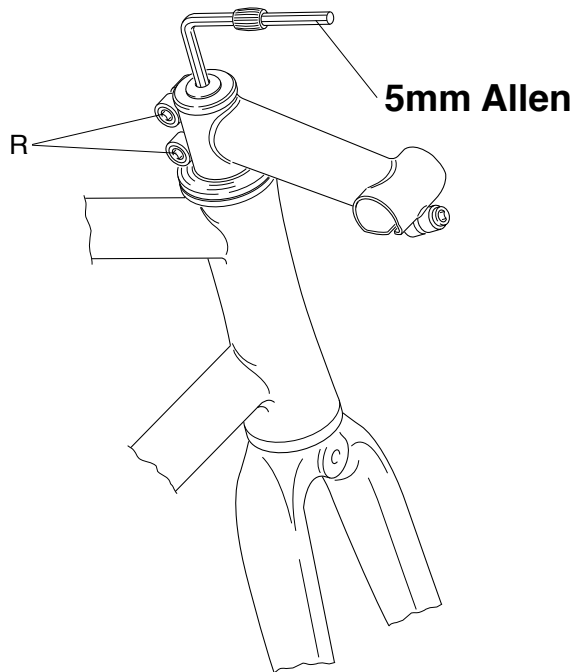

Fig. 12
- I** • Prima di procedere al serraggio delle viti dell'attacco sterzo (R - Fig. 12) effettuate la registrazione della serie sterzo, avvitando la vite di registrazione (chiave a brugola da 5 mm) finché la forcella ruoti liberamente, ma senza gioco.
- GB** • Before tightening the headset fitting screws (R - Fig.12), adjust the headset by tightening the adjustment screw (5 mm Allen wrench) until the fork rotates freely but without play.
- D** • Bevor Sie die Schrauben für den Lenkervorbau festziehen (R - Abb. 12), sollten Sie den Steuersatz durch Anziehen der Einstellschraube (5-mm-Sechskantschlüssel) einstellen, bis sich die Gabel frei, aber ohne Spiel dreht.
- F** • Avant de serrer les vis de la potence (R - Fig. 12) effectuer le réglage du jeu de direction, en vissant la vis de réglage à l'aide d'une clé Allen de 5mm, jusqu'à ce que la fourche tourne librement, mais sans jeu. Vérifiez que la fourche tourne librement.
- E** • Antes de apretar los tornillos de la unión del juego de dirección (R - Fig. 12), efectuar el ajuste del juego de dirección, girando el tornillo de ajuste (llave allen de 5 mm) hasta que la horquilla gire libremente, pero sin juego.
- NL** • Alvorens de balhoofd bevestigingsschroeven aan te draaien (R - Fig. 12), dient u het balhoofd af te stellen met behulp van de afstelschroef (5 mm imbusleutel). De vork dient makkelijk, maar zonder speling, rond te kunnen draaien.